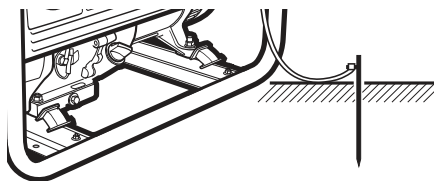

Рис. 13
2. Проверьте заземление генератора (**рис. 13**). Следуйте требованиям правил установки заземления, описанным в пункте 9.4, (**стр. 20**) «Заземление» настоящего руководства.